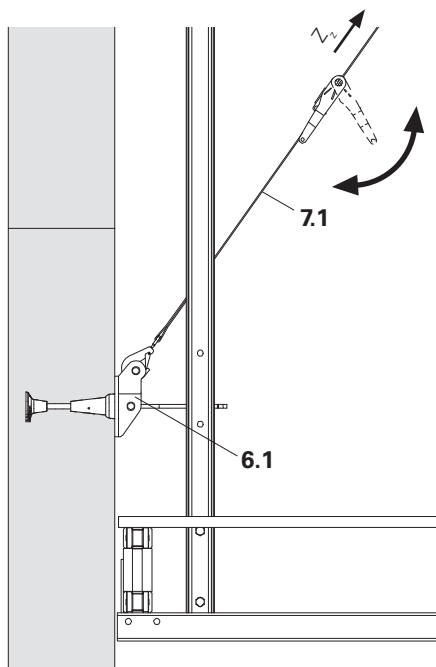

Fig. B1.35
6. Ligar a cinta de tracção (7.1) à ligação do contraventamento CB M24 (6.1) e apertar. (Fig. B1.35)